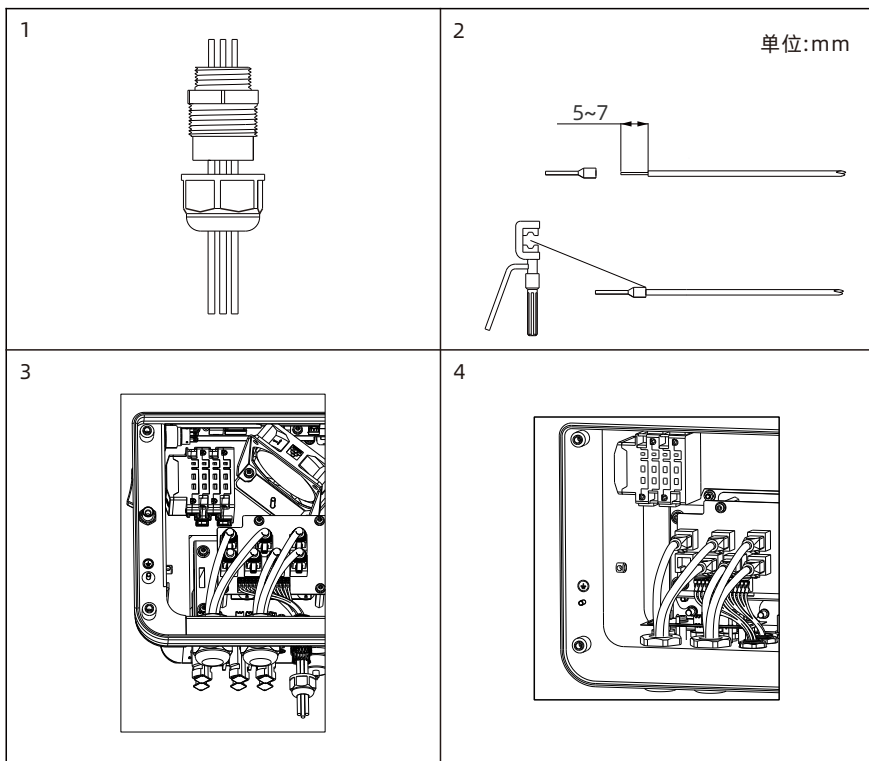

图6.18干接点/CT接入端子座连接
- 3) 将线缆穿过PG头并将其卡入相应的端子孔，如图6.18所示。